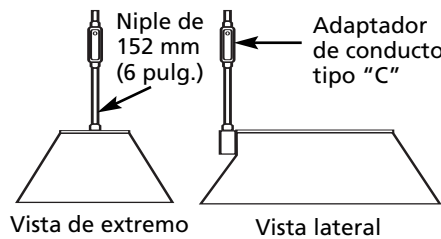

Figura 4
3. El calentador puede cablearse con conducto rígido o flexible. Con el calentador se incluyen adaptadores de conducto de tipo "C" y niple largo de 152 mm (6 pulg.), pero no están instalados. Móntelos como se muestra en la Figura 4.